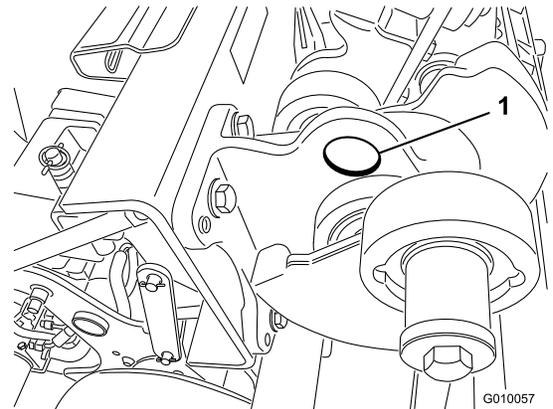

Figura 38
**Nota:** Si se encuentra disponible, utilice un polipasto para elevar parte trasera de la máquina. Utilice los ojales de los alojamientos de los cojinetes del cabezal de perforación como puntos de enganche del polipasto (Figura 38).